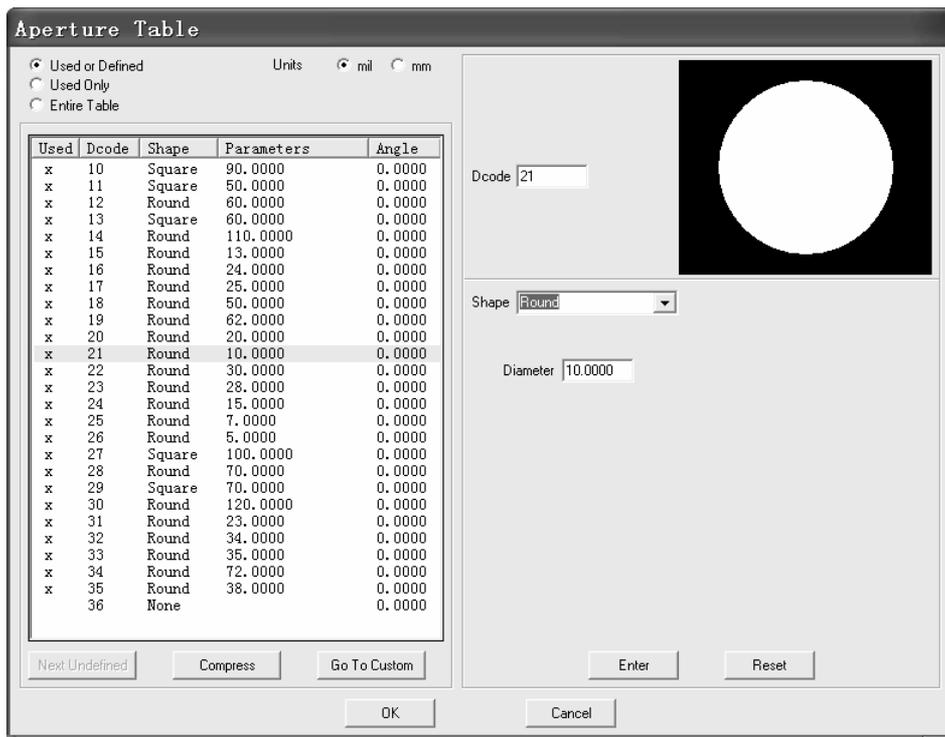
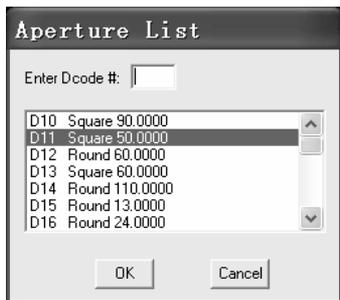

图 17-16 “Aperture Table” 对话框
图 17-17 “Aperture List” 对话框
(1) A 如图 17-16 所示的对话框, 该对话框中显示当前光绘图形中的所有 D 码, 即镜头编号。若在选择模式、复制模式、旋转模式、镜像模式和删除模式下按下 <A> 键, 则全选工作区域的图形。
- (2) C 放大光标临近范围的图形。
- (3) D 弹出如图 17-17 所示的对话框, 在该对话框中选择当前激活的 D 码。
- (4) F 切换填充模式, 包括实填充、外形线填充和中心线填充 3 种模式。
- (5) H 与单击  (Highlight) 图标按钮作用一致。